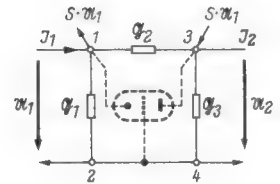
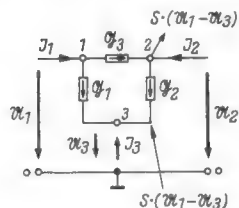

Bild 11. Das π -Ersatzbild für eine Röhre in Gitterbasis-Schaltung
Bild 13. Allgemeine Methode zur Bestimmung der Vierpolkonstanten
Die Gitterbasisschaltung ist in Bild 11 dargestellt. Während bei der Katodenbasisschaltung die steuernde Spannung von Gitter nach Katode gerichtet ist, liegt bei der Gitterbasisschaltung die umgekehrte Spannungsrichtung vor. Dementsprechend muß die Pfeilrichtung für die Einströmung $S \cdot u_1$ umgekehrt wie bei der Katodenbasisschaltung gerichtet sein.
Bild 11 a. Ausgang von Bild 11 zur Ermittlung von y_1 kurzgeschlossen
Bild 11 b. Zur Berechnung von y_3 für die GB-Schaltung
Elektroden gegen einen Punkt 0 eine bestimmte Spannung besitzen. Im Bild 13 ist dieser Zustand dargestellt. Die steuernde Spannung ist wieder $U_g = U_1 - U_3$ und damit die Einströmung $S \cdot (U_1 - U_3)$. Für die drei Knotenpunkte (1, 2 und 3) werden nun die Gleichungen aufgestellt:
Der Übergang ist aber leicht zu bewerkstelligen. Beispiel: GB-Schaltung. Punkt 1 mit 0 verbunden (Bild 13). Die zwischen Katode (3) und Gitter (Erde) (1) wirksame Spannung heißt hier U_3 , in Bild 11 dagegen U_1 . Der zum Katodenanschlußpunkt fließende Strom heißt in Bild 13 J_3 , in Bild 11 dagegen J_1 .